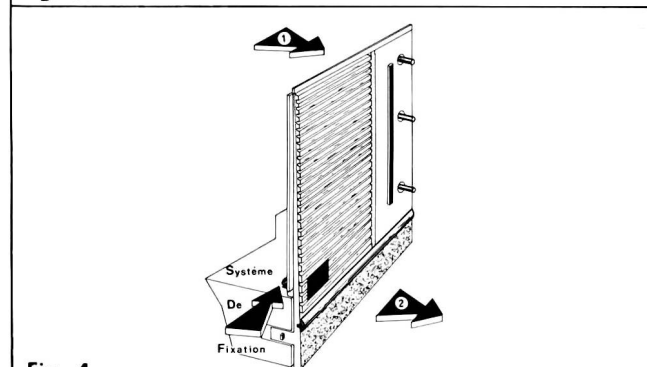

Fig. 4.
- Tirer légèrement le haut du panneau avant comme indiqué par la flèche 1 (Fig. 4), pour débloquer le système de fixation.